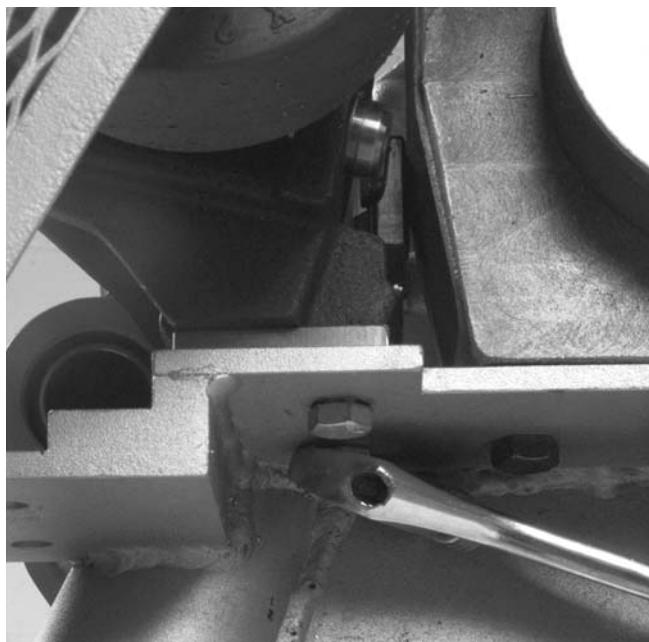

Figure 11 – Retrait des boulons de fixation du stabilisateur
1. Enlevez les deux boulons de fixation du stabilisateur à l'aide d'une clé ou d'une douille de $\frac{9}{16}$ po (*Figure 11*).